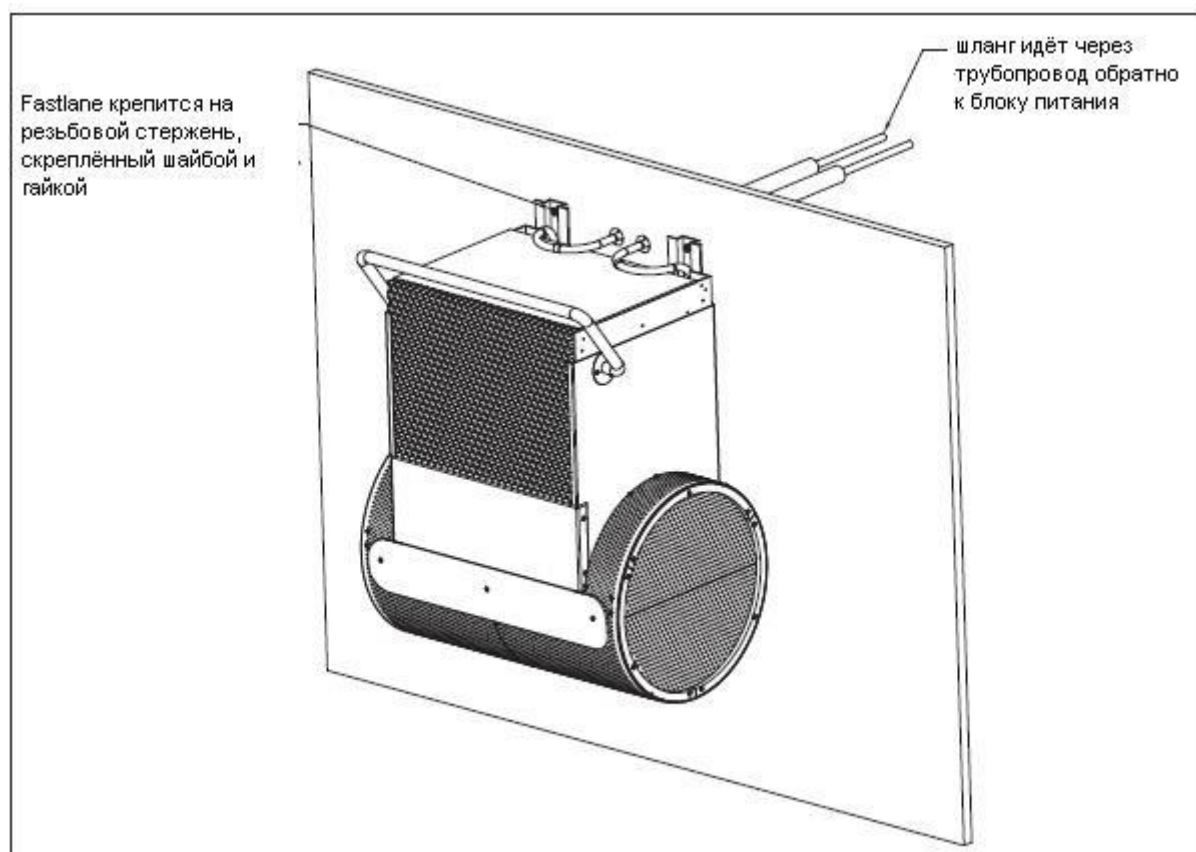

Рис.7.1
- 6.3 Прикрепите гидравлические шланги к передней панели устройства противотока. Вставьте в отверстия в верхних каналах корпуса резьбовые стержни в настенное крепление. Закрепите при помощи двух плоских шайб гровера, двух шлюзных шайб, двух гаек (по одному на каждый стержень) как показано на рис.7.1. Присоедините провод заземления к комплекту зажимов, расположенных на настенном креплении для крепления Swim Unit к бассейну.